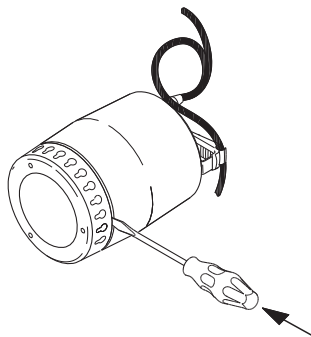

Fig. 11 Sådan fjernes tilgangssien
3. Løsn forsigtigt tilgangssien ved at sætte en skruetrækker ind i recessen mellem pumpekappen og sien. Brug skruetrækkeren til at skubbe pumpekappen og sien ud. Gentag proceduren ved at arbejde omkring pumpen indtil sien er fri og kan fjernes. Se fig. 11.